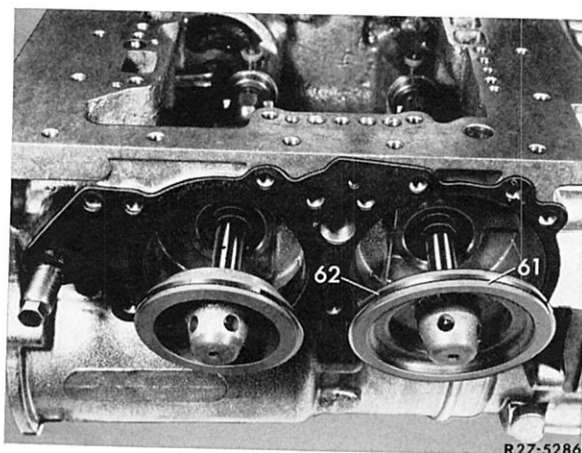

Bild 27-11/26
24 Verschußschraube (36) mit Dichtring (34) herausdrehen. Druckfeder (2), Schaltschieber (1b) und Büchse (1a) für Schaltschieber aus dem Bremsbandkolbendeckel herausnehmen (Bild 27-11/26 a).